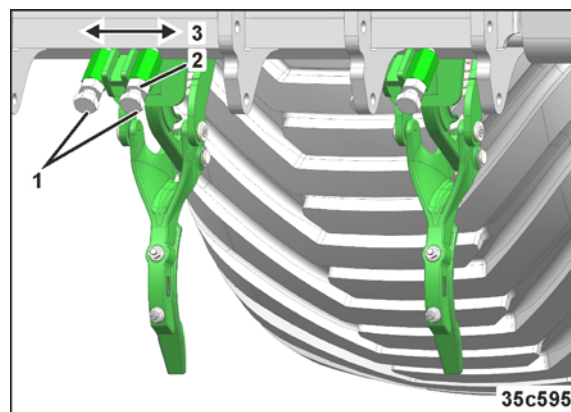

Fig. 206
1. Desserrer les vis (Fig. 206/1)
2. Déplacer l'effaceur de traces horizontalement (Fig. 206/3) et l'amener à la position souhaitée.
3. Après le réglage de l'effaceur de traces, serrez les vis (Fig. 206/1) et les bloquez avec un contre-écrou (Fig. 206/2).